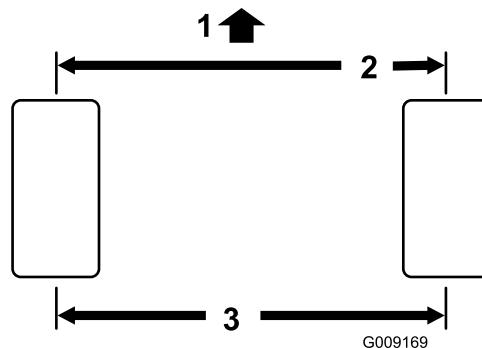

Figure 88
1. Mesurez l'entraxe (à hauteur d'essieu) à l'avant et à l'arrière des roues directrices (**Figure 88**).